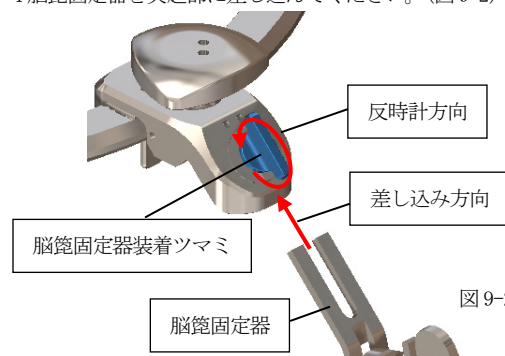

図 9-2
- (2)-3 脳筒固定器装着ツマミを反時計方向に回し、抵抗を感じた時点で操作を止めてください。(図 9-2)
- (2)-4 脳筒固定器を突起部に差し込んでください。(図 9-2)